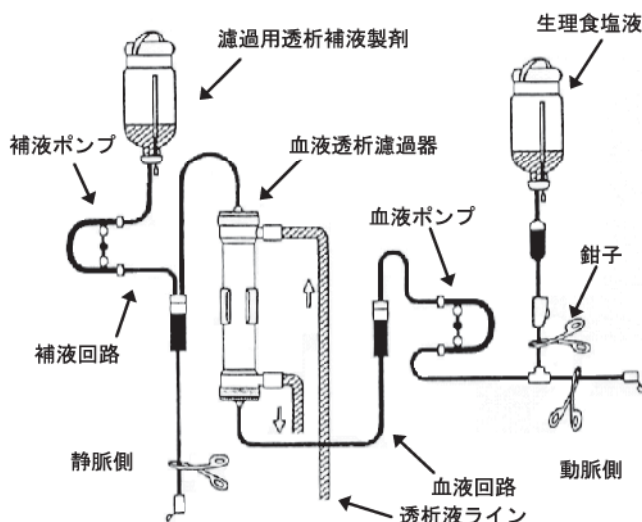

図2 血液透析濾過前準備及びプライミング時の回路への接続図
- 11) 必要部分を鉗子などでクランプし、血液回路にねじれや折れが無いことを確認して血液透析濾過準備が完了します。(図2参照)